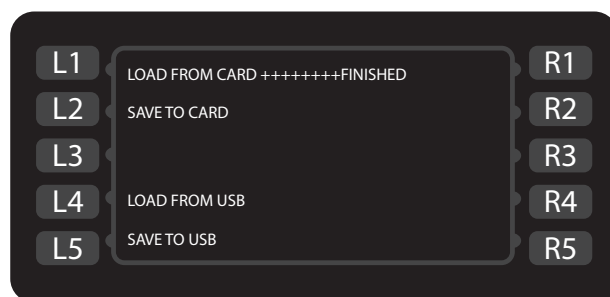

Figura 16: Cargando...terminado
3. Verifique los pitidos del horno y que indique “FINISHED” [terminado] (Figura 16, página 14).